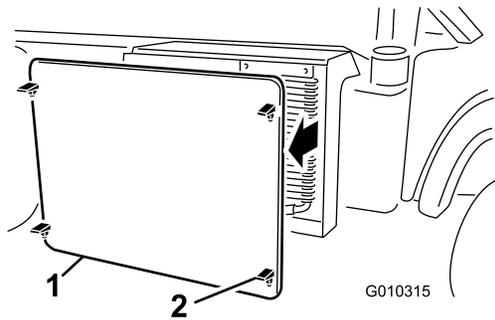

図 57
2. ラジエータスクリーンのラッチを外して、ラジエーター前面から外す (図 57)。